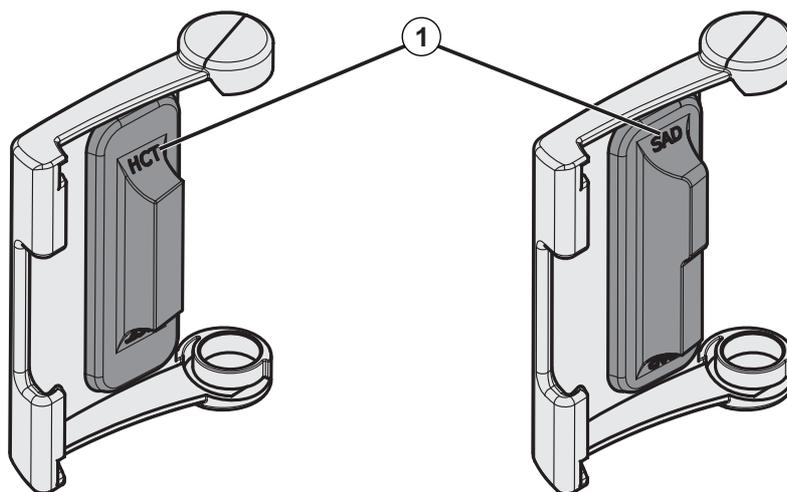

Рис. 7-20 Маркировка с указанием типа на крышках датчиков SAD и HCT
При установке крышек датчиков SAD и HCT после очистки убедитесь, что крышки не перепутаны! Сзади крышки отмечены символами *SAD* и *HCT* (см. Рис. 7-20, ①).